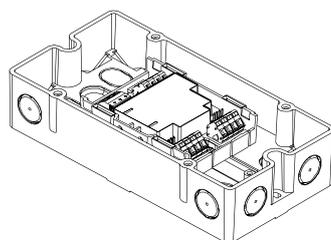

Рис. 3.2.2
- Монтаж вне распределительного щита или блока управления: используйте корпус FDCH221 (рис. 3.2.2).
3. Используйте два винта (M4) для крепления корпуса на плоской поверхности (рис. 3.2.2). Расстояние между отверстиями: 182,0±1,0 мм.
2. Закрепите модуль двумя винтами в корпусе (рис. 3.2.2).